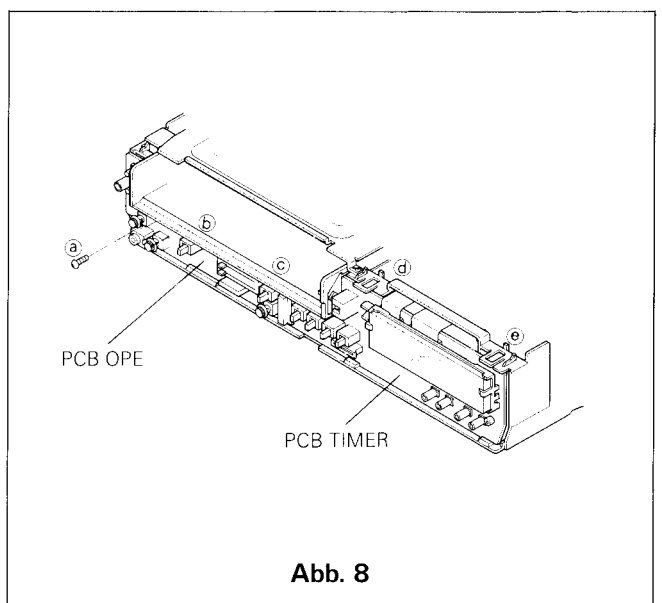

Abb. 8
- B. Entfernen Sie die Befestigungsschrauben (a) wie in Abb. 8.
- C. Entfernen Sie die 4 Klammern (b), (c), (d) und (e) und entfernen Sie die Timerplatten und die Ope-platten wie in Abb. 8.